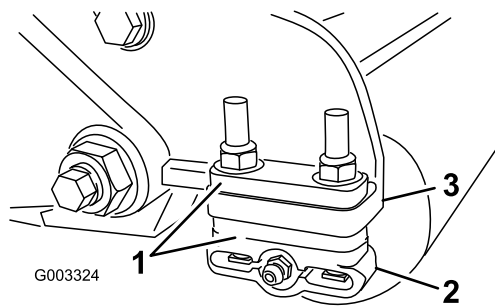

図 20
1. 希望の刈高範囲に必要な数のスペーサを刈高チャートで確認し、スペーサをサイドプレートの取り付けフランジ 図 20 の下に入れて、後ローラのブラケットの位置を正しくセットする 図 20。